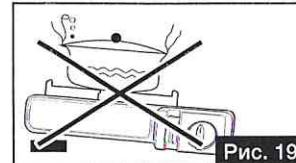

Рис. 19
- Устанавливайте плиту на ровной и устойчивой поверхности (Рис. 19).